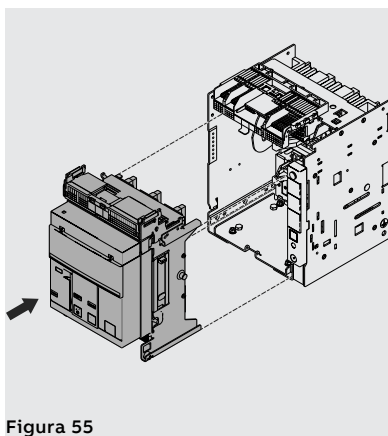
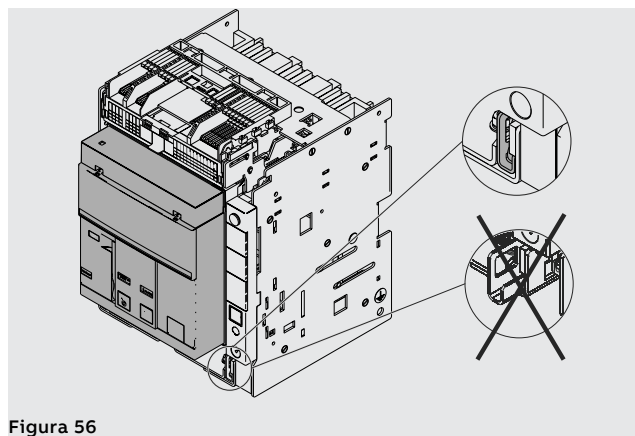

Figura 55
Figura 56
3. Poner la parte móvil en la parte fija y empujarla hasta el bloqueo. Véase Figura 55 y Figura 56.